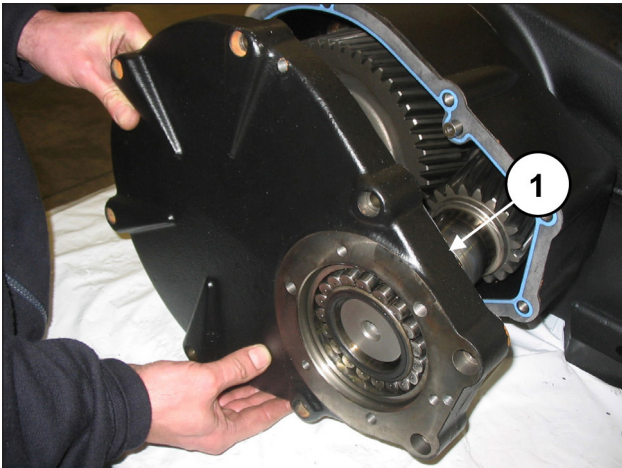

Abb. 67
Bauen Sie den Getriebedeckel ein (Pos. ①, Abb. 67) und befestigen Sie den Deckel anhand von 8 Schrauben M10x50 (Pos. ①, Abb. 68). Unter Anwendung eines Dorns vermeiden Sie, dass das Lager aus seinem Sitz austritt (Pos. ①, Abb. 69). Eichen Sie die Schrauben mit einem Drehmomentschlüssel, wie in Kapitel 3 gezeigt.